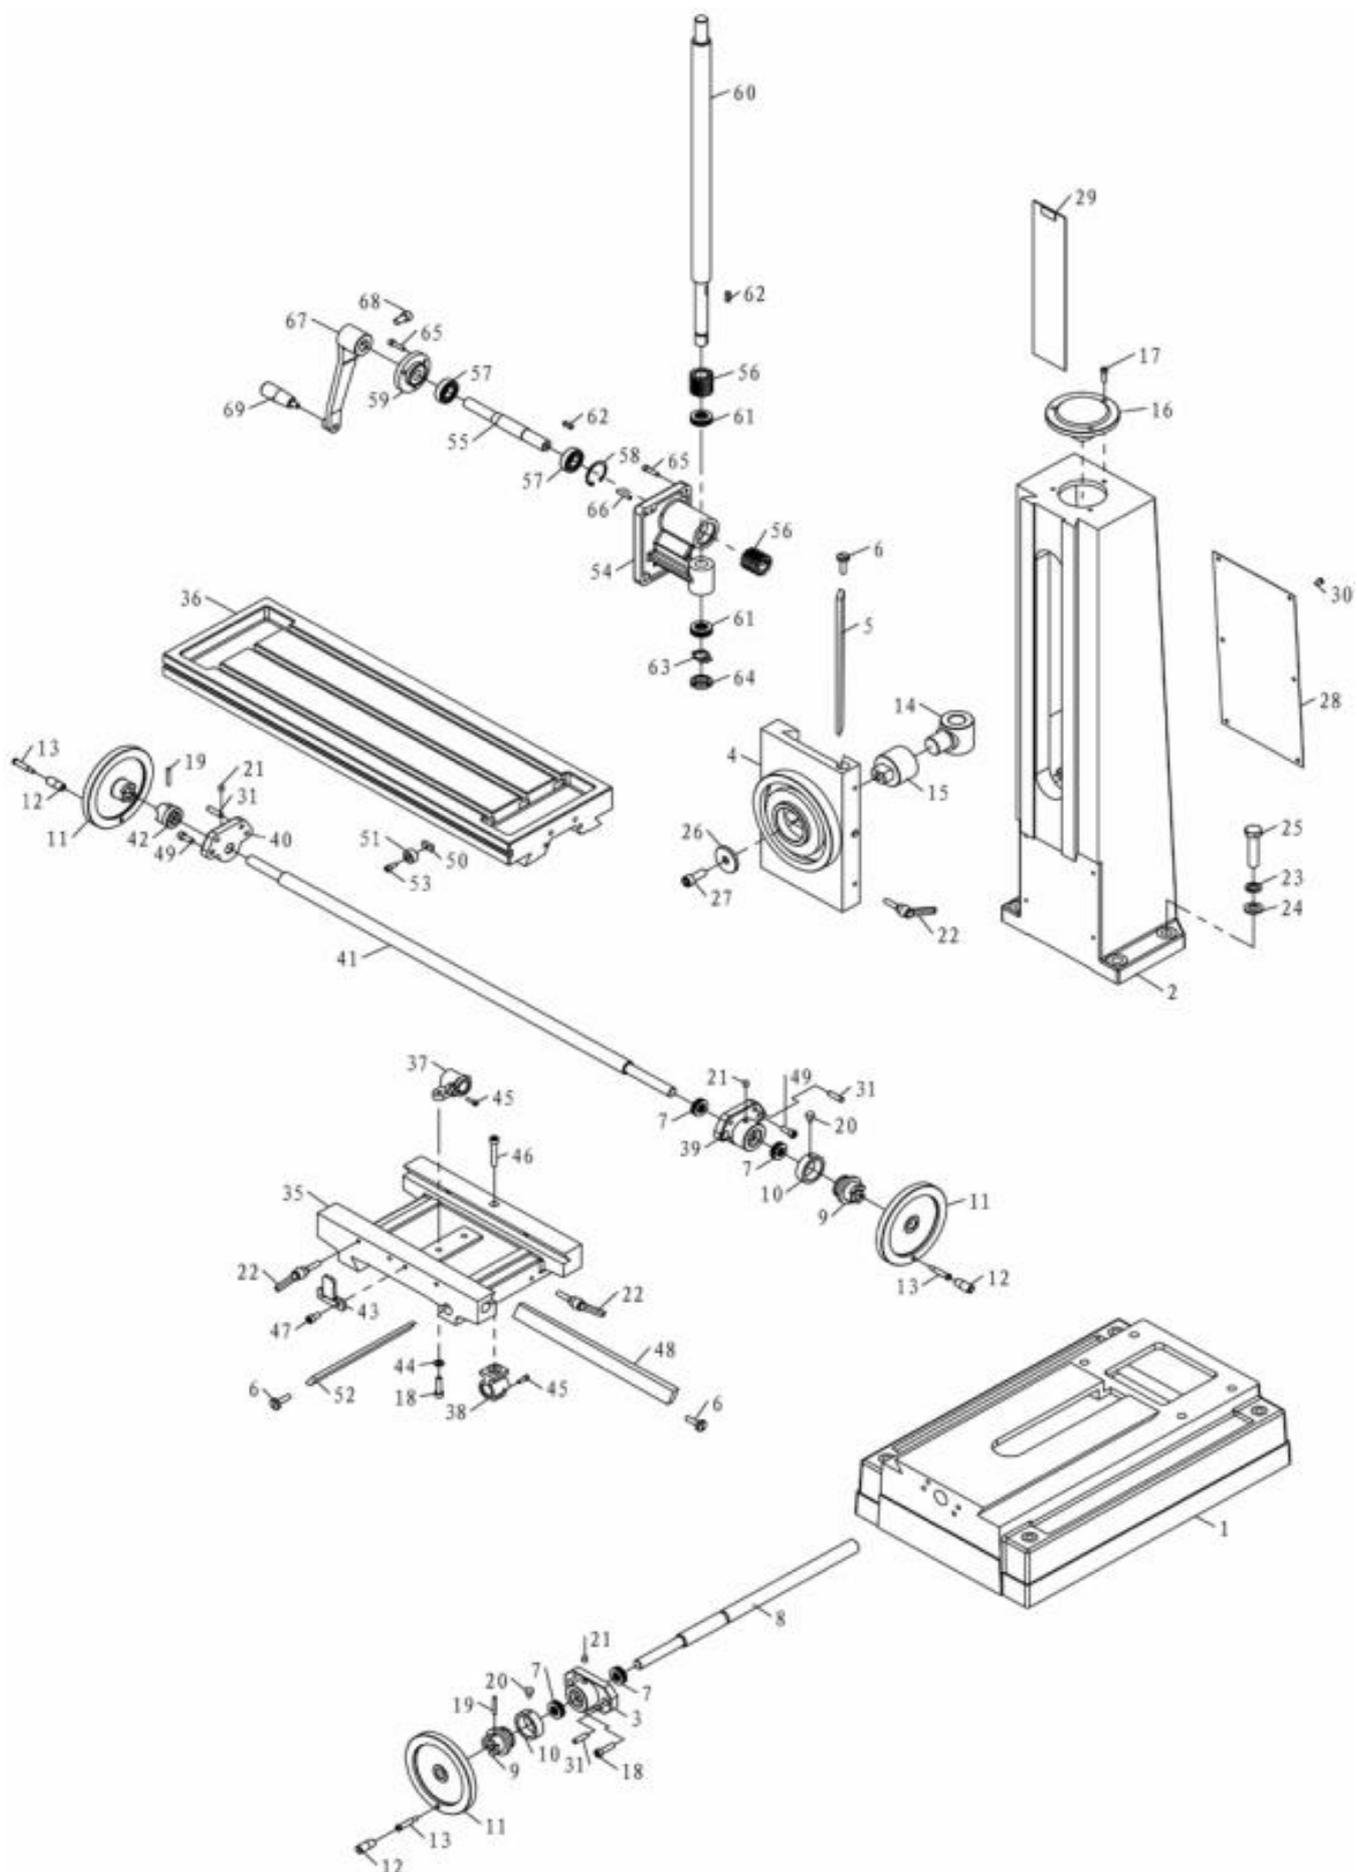

Рис. 3 - Основание
- Для продольной подачи: Затянуть лепестковый винт справа основания стола (см. Рис. 3).
- Для поперечной подачи: Затянуть два лепестковых винта спереди основания стола (см. Рис. 3).